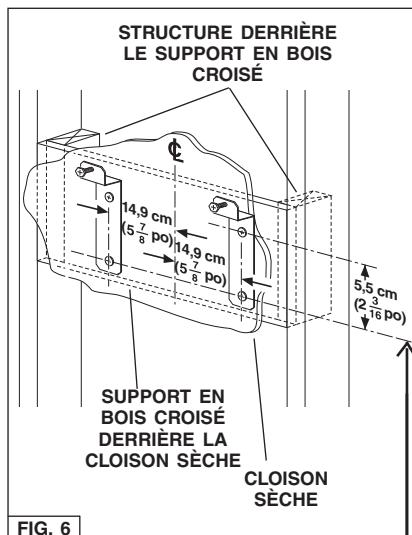

FIG. 6
- Construisez une **structure murale en bois à niveau** avec la surface intérieure des poteaux de cloison. Fig. 6.